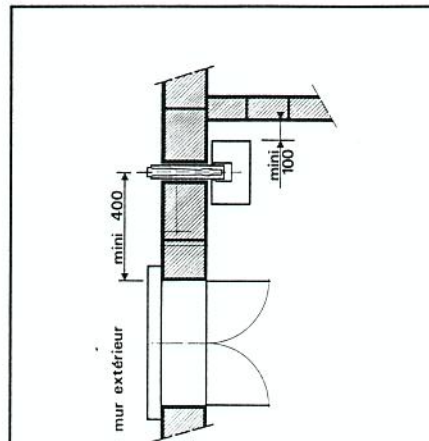

Fig. 11
- Soit contre un mur extérieur (dans ce cas le départ du dispositif ventouse s'effectue vers l'arrière de la chaudière) (fig. 11).
- Il est préconisé de laisser un espace entre le mur et le panneau de côté de la chaudière et, de même, au-dessus du boîtier d'extraction, afin de ménager l'accessibilité des différents organes, lors des interventions d'entretien (nous recommandons 10 cm) (fig. 11 et 12).
fixé par le DTU n°61-1 de juin 1966 dernière édition, et par l'arrêté « Règles techniques et de sécurité » d'août 1977 concernant les installations de gaz. En particulier, l'axe de la ventouse extérieure doit être placé à une distance égale à 0,40 m au moins de toute baie ouvrante et à une distance de 0,60 m au minimum de tout orifice de ventilation (fig. 11 et 12).